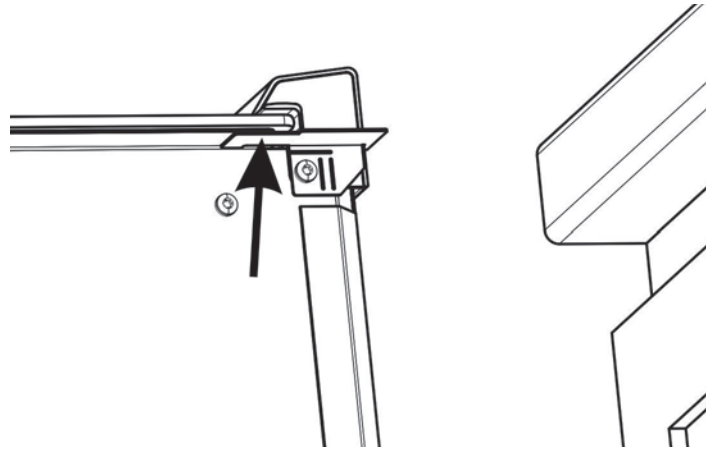

Figura 5: Cómo ajustar el tornillo
7. Presione el protector para esquinas hacia arriba donde lo indica la flecha (consulte la Figura 5: Cómo ajustar el tornillo) mientras completa el ajuste del tornillo.